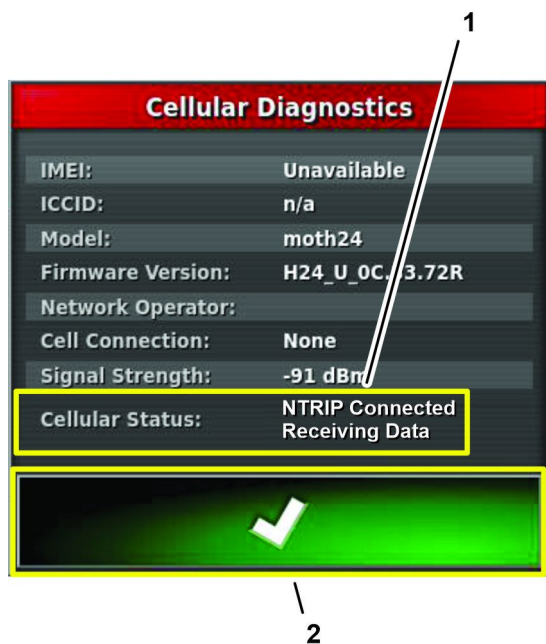

Figura 245
4. Pulse el icono Diagnóstico Celular, y compruebe que el campo de estado celular muestra N-TRIP CONECTADO RECIBIENDO DATOS (Figura 245).